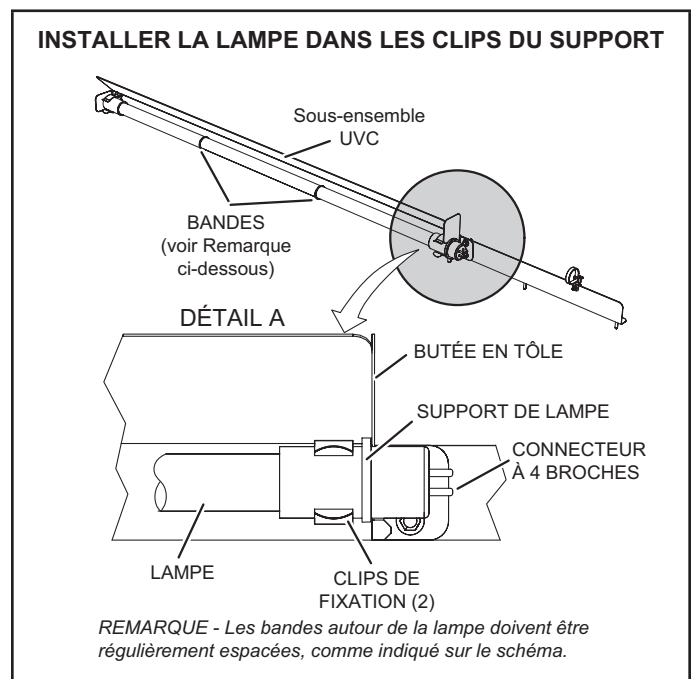

FIGURE 42
- 7 - Porter des gants en coton ou utiliser un chiffon en coton pour manipuler la nouvelle lampe. Placer la nouvelle lampe dans les clips de fixation de l'ensemble UVC. Vérifier que la bride de la lampe située à l'extrémité du connecteur est bien insérée entre le clip de fixation de la lampe et la butée métallique (voir la FIGURE 42).